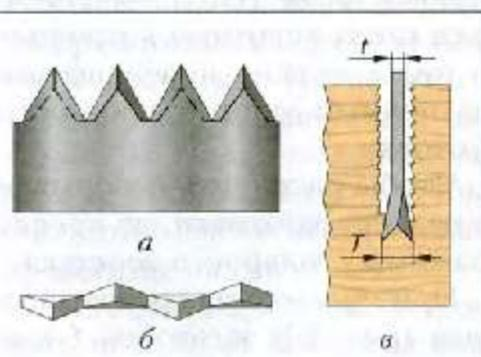
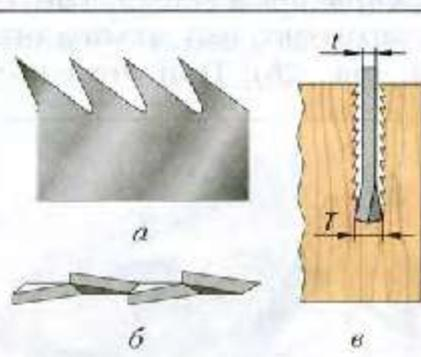

Рис. 24. Зубья пилы для поперечного пиления: *a* – форма зубьев; *б* – вид разведённых зубьев; *в* – процесс пиления (вид со стороны пласти заготовки)
Рис. 25. Зубья пилы для продольного пиления: *a* – форма зубьев; *б* – вид разведённых зубьев; *в* – процесс пиления (вид со стороны пласти заготовки)
Пилы для *поперечного* пиления (пиления поперёк волокон древесины) имеют прямые зубья (рис. 24, *a*), для *продольного* пиления (вдоль волокон) – наклонные (рис. 25, *a*).
При пилении заготовки полотно пилы трётся о стенки пропила. Чтобы полотно не заклинивало (не застревало) в пропиле, зубья должны быть *разведены*, т. е. отогнуты поочерёдно в разные стороны (рис. 24, *б*, 25, *б*). В этом случае пропил становится шире, и полотно пилы при пилении не застревает в нём. Ширина развода зубьев (T) обычно равна: $T = (1,5...2) \times t$, где t – толщина полотна пилы.